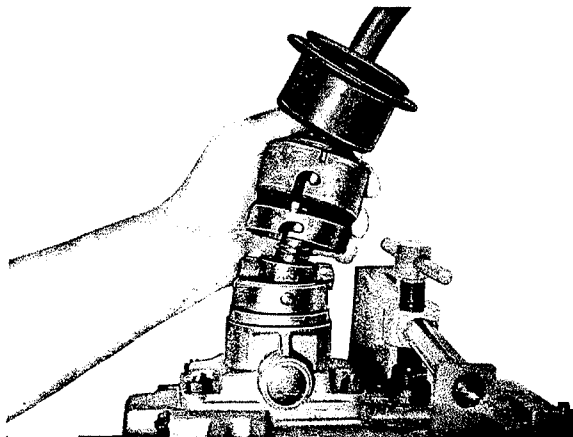

Fig. 1
Retirer le soufflet de protection. Dégager le capuchon (613) et la bague de retenue (614). Extraire le levier de changement de vitesse, au complet, de son logement (616) (fig. 1). Desserrer les écrous (102) et enlever le logement; retirer la plaque de butée (617).